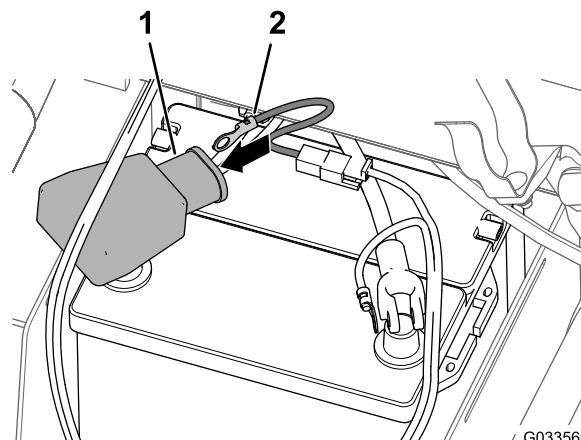

Figura 27
4. Alinhe o terminal de anel da ligação do fusível (cablagem do pulverizador) através da tampa larga da bateria como se mostra na Figura 27.